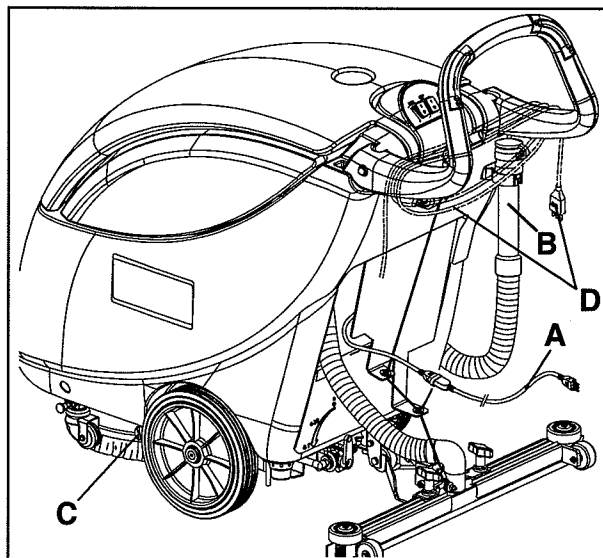

Figure 18
1. Vérifier que le câble d'alimentation (A, Fig. 18) est débranché du réseau électrique. Enrouler le câble d'alimentation autour du guidon en position (D).
Vider l'eau des réservoirs à l'aide du tuyau (B, Fig. 18) et de la soupape (C).